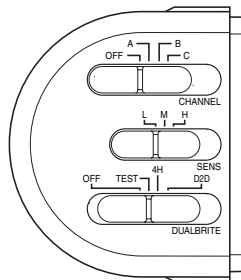

Figura 7
- Deslice el interruptor CHANNEL a OFF, el interruptor de sensibilidad (SENS) a la posición "L", y el interruptor DUAL-BRITE a la posición TEST (vea la Figura 7). *Nota:* La fase de prueba (TEST) anula la fotocélula (función de apagado de la luz del día) y permite que la lámpara sea probada durante el día o la noche.
1. Deslice el interruptor de CANAL (CHANNEL) al canal deseado (A, B, o C) en todas las luces que deben estar interconectadas entre sí (ver Figura 7).